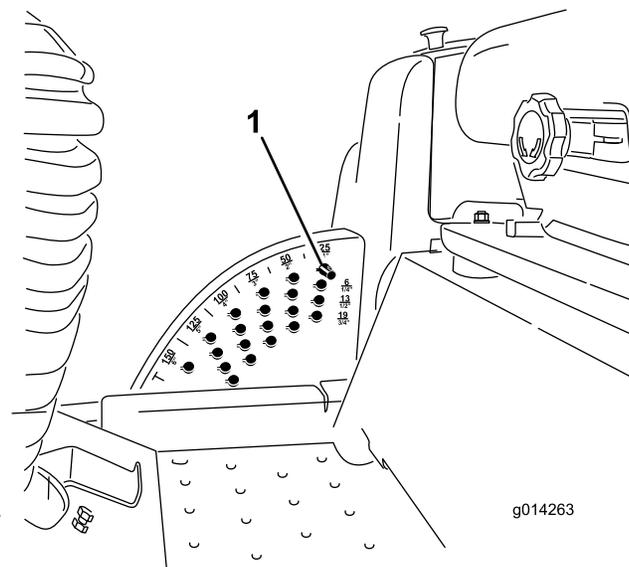

Bild 16
über die 15 cm Stellung an, nehmen Sie den Schnitthöhenanschlagsstift ab (siehe Einstellen der Schnitthöhe) und setzen Sie den Stift in die 15 cm Schnitthöhenstellung (Bild 16).
1. Ziehen Sie den Mähwerkhubhebel bei laufendem Motor zurück, bis das Mähwerk ganz angehoben ist, und lassen Sie den **Hebel sofort los** (Bild 16).
2. Drehen Sie zum Einstellen den Anschlagstift so lange, bis die Linien am Rollstift mit den Schlitzen in den Löchern in der Schnitthöhenhalterung ausgerichtet sind. Nehmen Sie ihn dann ab (Bild 16).
3. Wählen Sie ein Loch in der Schnitthöhenhalterung, das der gewünschten Schnitthöhe entspricht, stecken Sie den Stift ein und drehen Sie ihn ein, um ihn zu arretieren (Bild 16).
Hinweis: Es gibt vier Reihen der Lochpositionen (Bild 16). Die oberste Reihe ergibt die Schnitthöhe, die über dem Stift steht. Die zweite Reihe ergibt die Schnitthöhe plus 6 mm. Die dritte Reihe ergibt die Schnitthöhe plus 12 mm. Die unterste Reihe ergibt die Schnitthöhe plus 18 mm. Für die Stellung von 15,8 cm gibt es nur ein Loch, das in der zweiten Reihe ist. Mit diesem Loch werden nicht 6 mm den 15,8 cm hinzugefügt.